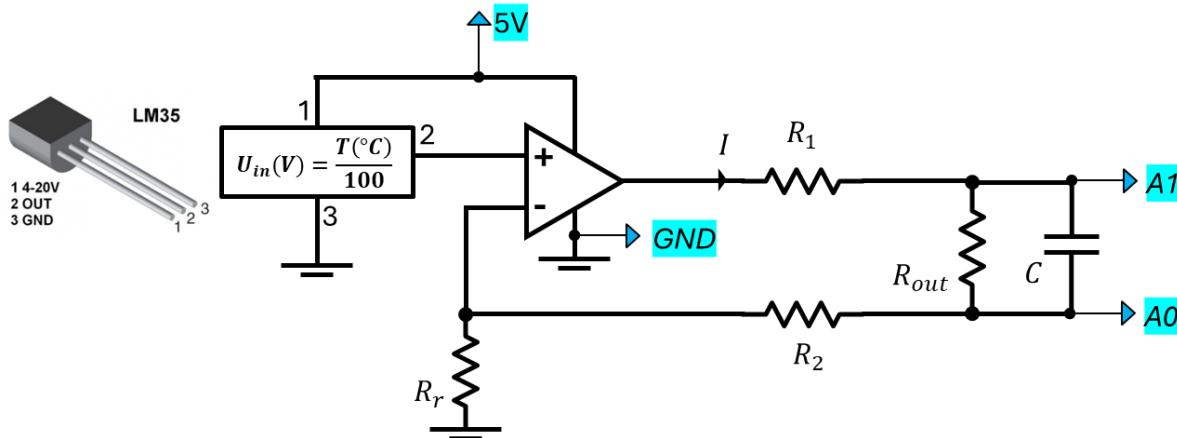

Figure 3 : Câblage de la boucle de courant avec le capteur de température et l'Arduino.
- Au vu du montage de la Figure 3, quel sera le lien entre la température et la tension de sortie ?
Veilliez à bien respecter la polarité du capteur (voir Figure 3 ci-dessous).
□ Remplacez les appareils par la carte Arduino. Les flèches bleues sur la Figure 3 correspondent aux connexions à réaliser sur la carte Arduino :